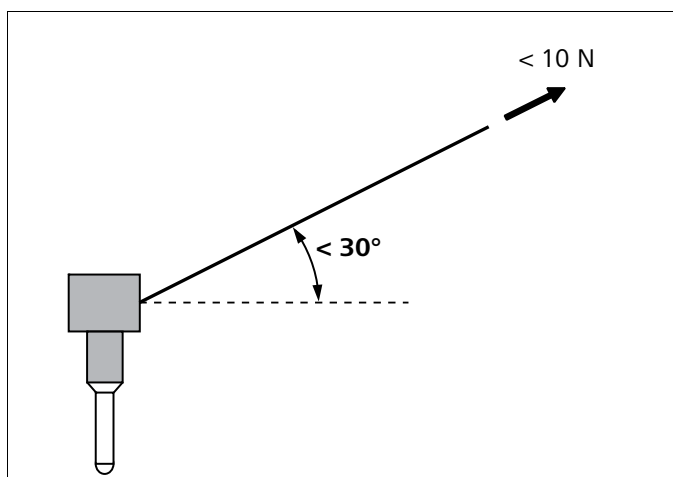

Abb. 904 Kabel Abgastemperatursensor
Zulässiger Biegewinkel des Kabels: max. 30° (siehe Abb. 904).
- zulässige Belastung max. 10 N je Einzelader des Kabels (siehe Abb. 904).